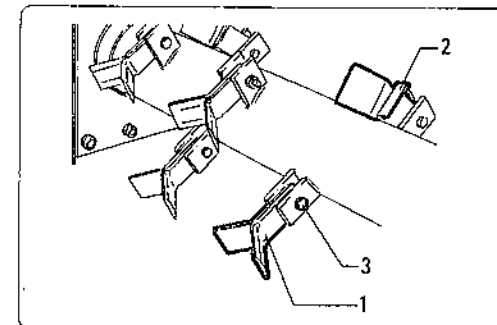

fig. 7.9.1
7.9 - Prüfen und Ersetzen der Hammer oder Universalmesser (Abb. 7.9.1)
Wenn ein oder mehrere beschädigte bzw. Messer ersetzt werden müssen, zum Beispiel der Hammer Nr. "1" von Abb. 7.9.1, dann muß auch der Hammer bzw. das Universalmesser "2" ersetzt werden, das sich diametral gegenüber befindet, um die Auswuchtung des Rotors nicht in Frage zu stellen.